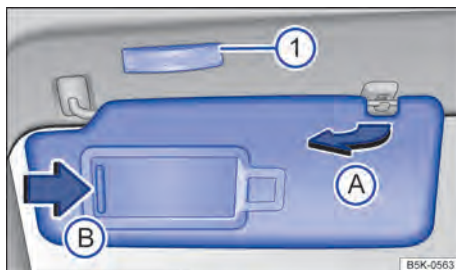

Fig. 78 Para-sol.
- Retirar o para-sol cuidadosamente do suporte segurando a base de fixação e virar na direção das portas → Fig. 78 (A).
No para-sol rebatido para baixo encontra-se um espelho de cortesia atrás de uma cobertura. Ao abrir a cobertura → Fig. 78 (B) uma lanterna se acende ①.